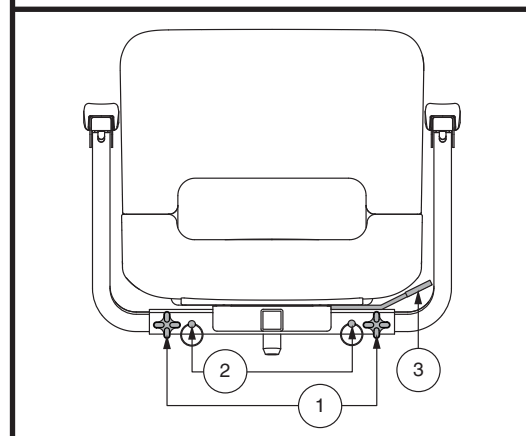

Figure 23. Réglage du siège
Le levier de rotation est situé sur le côté droit de la base du siège et le bloque dans plusieurs positions. **Voir la figure 23.**
1. Desserrez les boutons de réglage. **Voir la figure 23.**